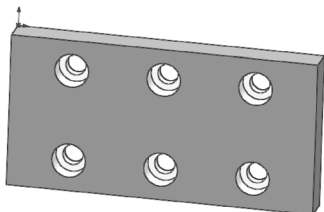

图 5-108 旋转视图后的图形
9) 单击右键, 在弹出的快捷菜单中选择“旋转视图”命令或按住鼠标中键, 图形区出现图标, 旋转视图, 将视图以合适的方向显示, 旋转视图后的图形如图 5-108 所示。